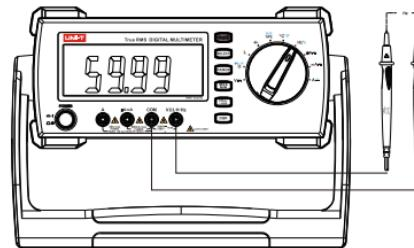

图 9
- 将旋钮选择开关置于档, 按下键切换成频率测量功能 (如图9)
- 将旋钮选择开关置于Hz% 档, 按下 **SELECT** 键切换成占空比测量功能 (如图9)